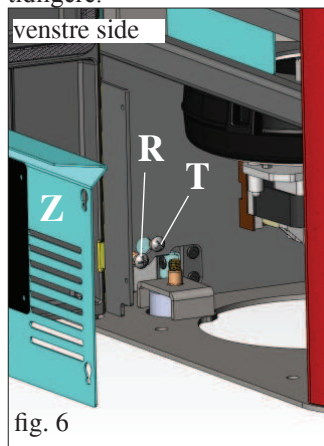

fig. 6
Fuldfør handlingen ved at fastgøre den medfølgende lukkerose (E - fig. 6) med ved medfølgende skruer, efter at have genmonteret metalsiden.
Tjek den lodrette justering af de keramiske sidepaneler (C) og foretag de nødvendige justeringer ved hjælp af skruerne i toppen (V - fig. 5) og inde i brændeovnen ved hjælp af skruerne (R - fig. 6/7)
NB: Før du gør dette, skal du afmontere det galvaniserede panel (Z - fig 6/7) på begge sider og skrue skruerne (T - fig 6/7) ud.